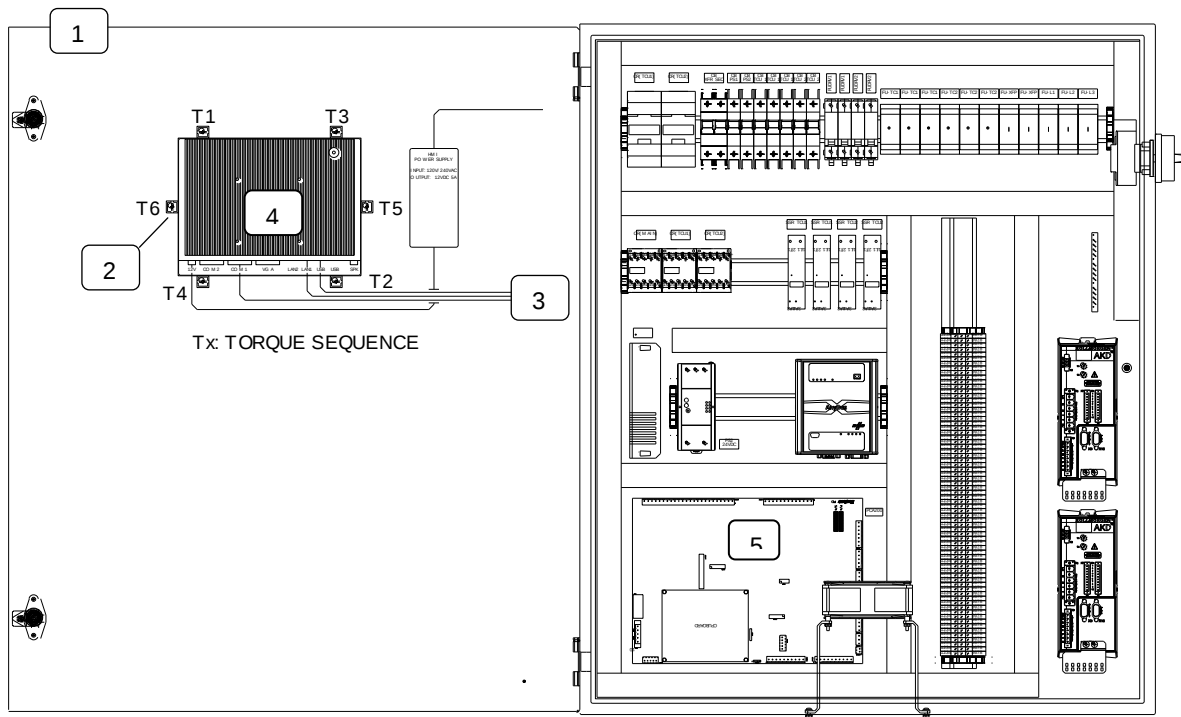

Figure 2 Remplacement de l'interface opérateur et de la carte PCA
2. Voir la figure 2. Ouvrir la porte (1) du boîtier.
3. Débrancher les câbles (3) de l'interface opérateur (4).
4. Retirer les clips de fixation (2) qui maintiennent l'interface opérateur à la porte du boîtier. Retirer l'interface opérateur de la porte du boîtier.
6. Monter l'interface opérateur neuve sur la porte du boîtier (1).
7. Poser les clips de fixation (2). Serrer les clips de fixation à un couple de 10 in.-lb (1.1 N·m) en appliquant la séquence de serrage illustrée. Ne pas trop serrer les clips pour éviter une flexion de l'écran tactile.
9. Fermer la porte (1) du boîtier.
3. Débrancher les connecteurs électriques de la carte PCA (5).